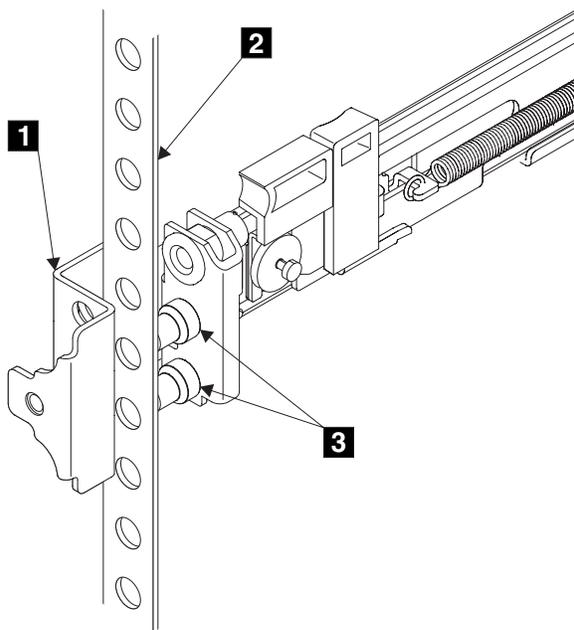

图 128. 安装导轨前端
11. 将左导轨的前端放在机架柜中。将前支架 **1**（图 128）的顶部与机架上必需的 EIA 标记对齐。